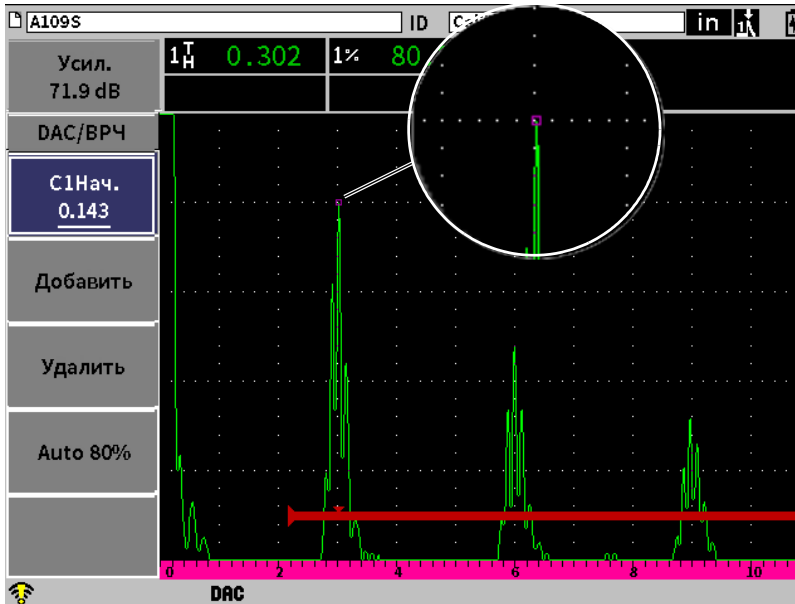

Рис. 11-4 Первая точка DAC
2. Нажмите клавишу Tab, чтобы выделить **Добавить**, затем нажмите клавишу Enter, чтобы добавить первую точку (см. Рис. 11-4 на стр 164).